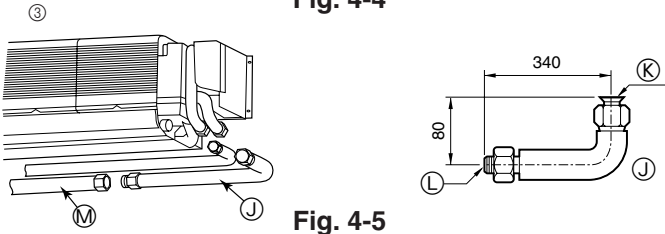

Fig. 4-5
- ③ L bağlantı borusu (gaz tesisatı için) (Fig. 4-5)